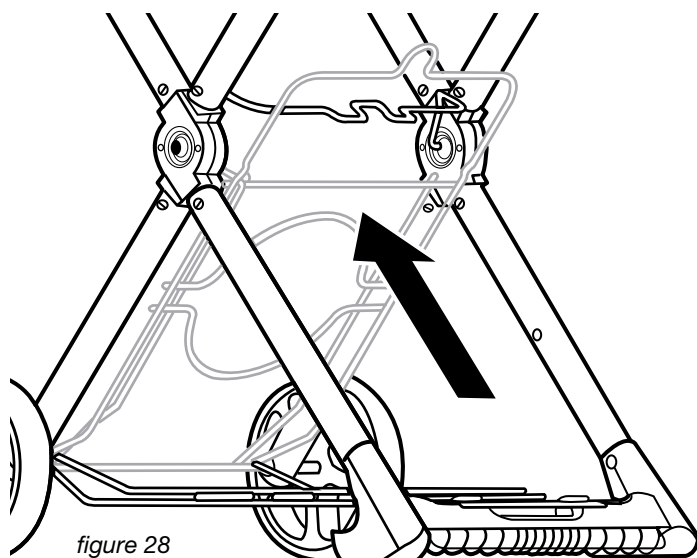

figure 28
Relever ③ le support de bouteille, comme indiqué à la figure 28.